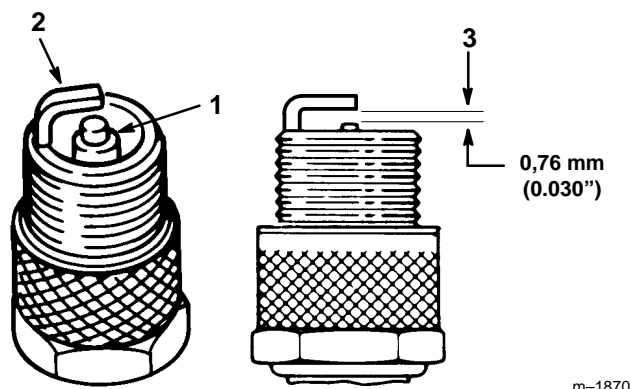

Figure 23
1. Inspecter le centre de la bougie (Fig. 23). Si le bec de l'isolateur est recouvert d'un léger dépôt gris-brun, le moteur fonctionne correctement. S'il est couvert d'un dépôt noir, c'est généralement signe que le filtre à air est encrassé.
2. Contrôler l'écartement entre l'électrode centrale et l'électrode latérale (Fig. 23). Courber l'électrode latérale (Fig. 23) si l'écartement est incorrect.